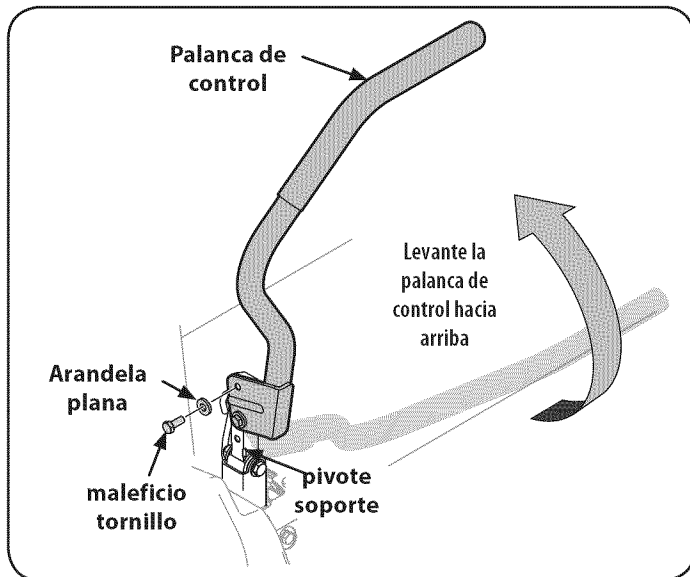

Figura 4
2. Elevación y giro de que la palanca de control hacia arriba hasta que el orificio de la ranura en el soporte de la palanca se alinea con uno de los orificios del soporte de pivote. Véa Figura 4.
3. Deslice la arandela plana en el tornillo hexagonal. Desde el exterior, inserte el tornillo hexagonal con arandela a través de la ranura de la palanca de control y el agujero del soporte de pivote. Véase la Figura 4. Usando una llave de 1/2 ajustado el tornillo, pero no los apriete completamente.